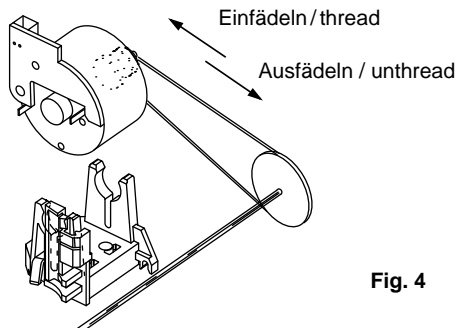
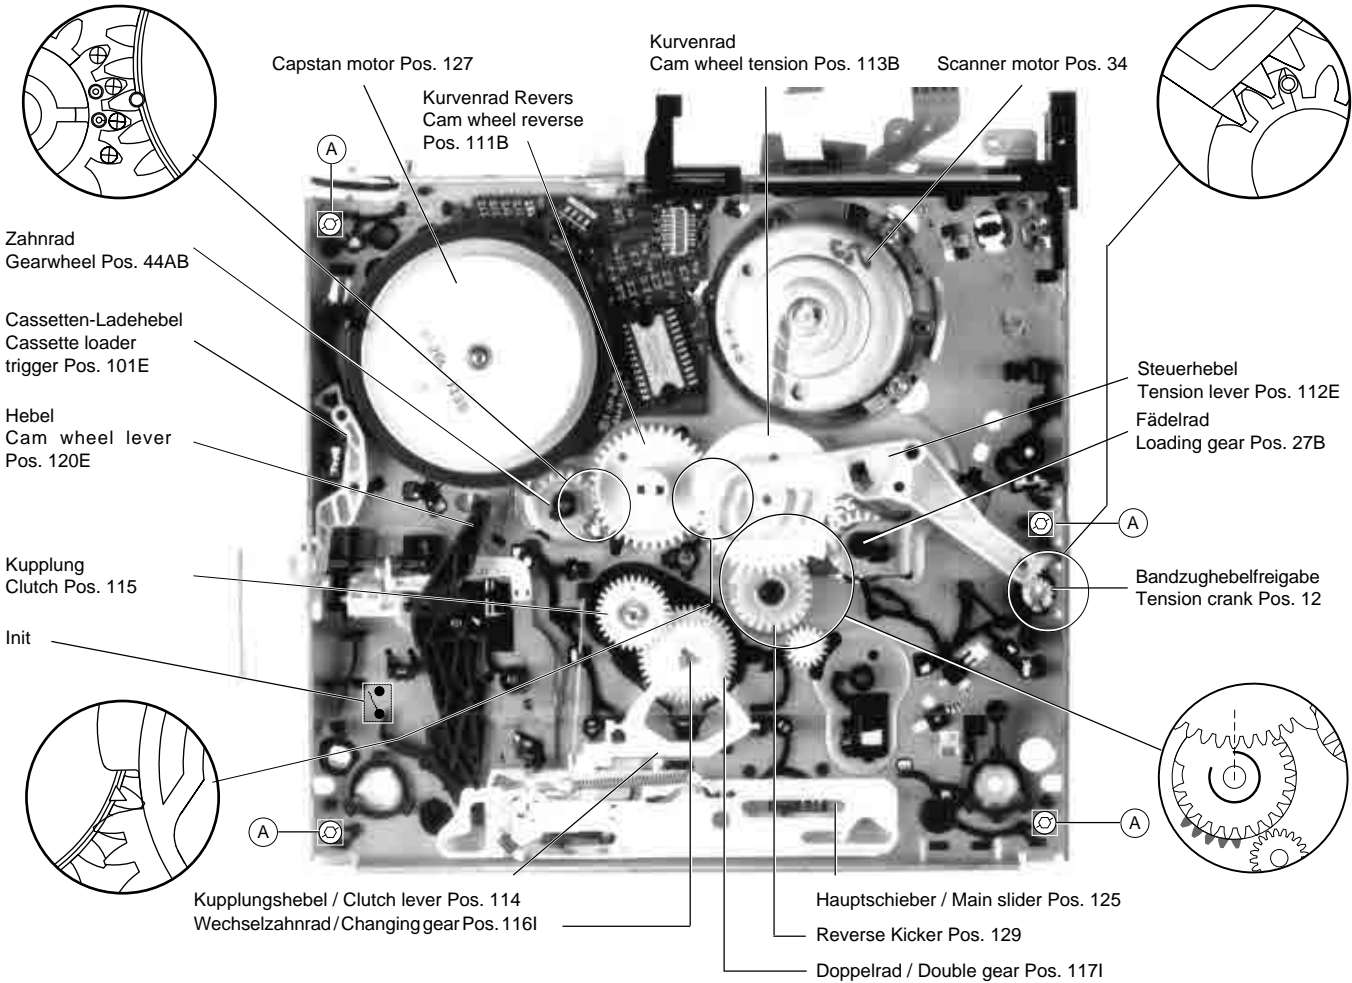
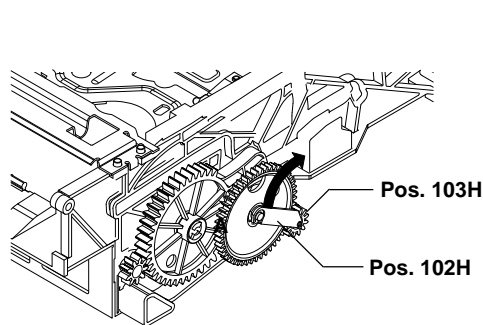

Fig. 4
Fig. 6
Fig. 7
- Fädelmotor entgegen dem Uhrzeigersinn drehen (Fig. 4), bis der Cassettenschacht abgesenkt ist.
- Turn the threading motor counterclockwise (Fig. 4) until the cassette compartment is down.
Wenn nach dem Drücken der Eject-Taste das Laufwerk nicht ausfädelt und die Cassette auswirft, kann dies auch von Hand durchgeführt werden. Dazu ist das Antriebsrad des Fädelmotors zu drehen (Fig. 4). Um Bandschlaufen zu vermeiden, muß wechselweise auch der Capstanmotor (Pos. 127, Fig. 6) entgegen dem Uhrzeigersinn bewegt werden, bis das Band komplett in der Cassette aufgewickelt ist.
If the tape deck does not unthread and eject the cassette by pressing the Eject button this function can also be effected manually by turning the driving gear at the threading motor (Fig 4). To avoid slackening of the tape, turn the capstan motor (counterclockwise) (Pos. 127, Fig. 6) and the driving gear alternately until the tape is completely wound up in the cassette.
Nachfolgend sind die markierten und gerichtet einzubauenden Teile der Ober- und Unterseite im Detail dargestellt (Fig. 5, Fig. 6).
The following diagrams show in detail the marked components and their correctly aligned position on the top and bottom side (Fig. 5, Fig. 6).
- Antriebsrad des Fädelmotors in Drehrichtung "Einfädeln" (Fig. 4) so weit drehen, bis das Zahnrad (Pos. 103H, Fig. 7) entriegelt ist.
- Klammer (Pos. 102H) von der Achse des Zahnrades "A" lösen (Fig. 7).
- 4 Befestigungsschrauben (A) (Fig. 6) des Cassettenschachtes an der Unterseite entfernen.
- Cassettenschacht mit den 4 Schrauben (A) (Fig. 6) unten befestigen.
- Klammer (Pos. 102H) auf der Achse des Zahnrades "A" einrasten (Fig. 7).
- Turn the driving gear of the threading motor in the "threading" direction (Fig. 4) until the gearwheel (Pos. 103H, Fig. 7) disengages.
- Release the bracket (Pos. 102H) from the shaft of gearwheel "A" (Fig. 7).
- Unscrew the 4 screws (A) (Fig. 6) on the underside of the cassette compartment.
- Fasten the cassette compartment with the 4 screws (A) (Fig. 6) at the bottom.
- Place the bracket (Pos. 102H) onto the shaft of gearwheel "A" and lock it in (Fig. 7).